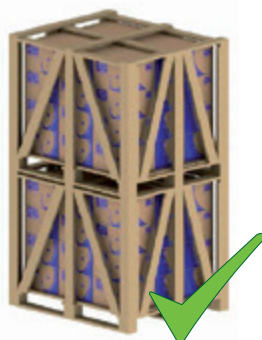
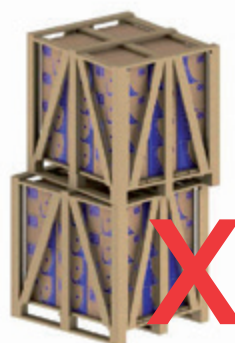

Рисунок 5.1 - Правильный штабель
Рисунок 5.2 - Неправильный штабель
- 2) Располагать упаковки в штабеле ровно (см. Рисунок 5.1 и Рисунок 5.2);